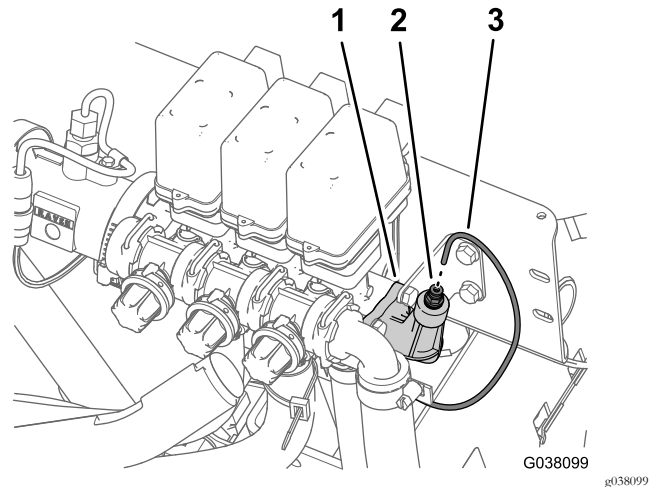

Figure 5
1. Poussez la bague de blocage du raccord de tube dans le chapeau d'extrémité de la vanne de section de rampe droite (Figure 5).
2. Tirez le tube de détection de pression du manomètre de planche de bord hors du raccord de tube (Figure 5).